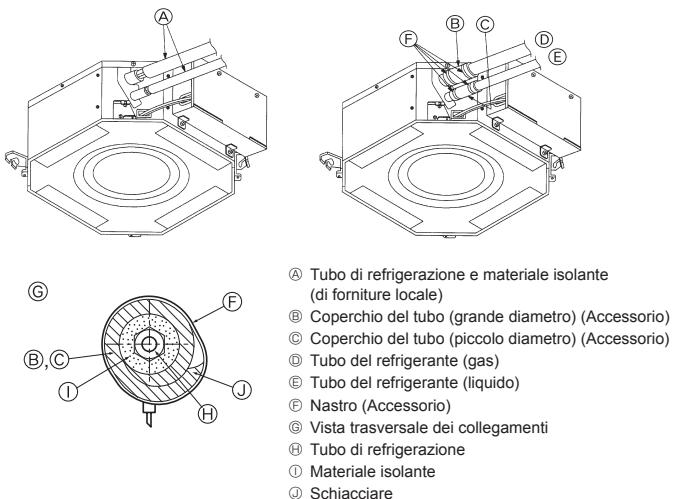

Fig. 3-3
⑨ Applicare olio adatto alle macchine di refrigerazione sull'intera superficie di alloggiamento svasata.
3.3. Sezione interna (Fig. 3-3)